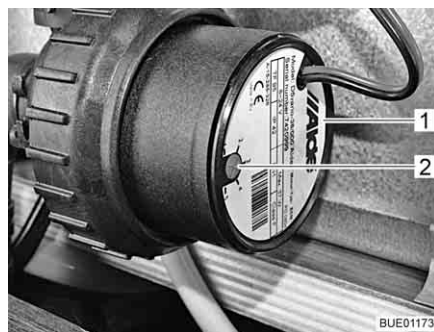

Fig. 192 Reducción de la velocidad
La velocidad de la bomba de circulación se puede ajustar con el regulador giratorio (Fig. 192,2). Con una velocidad reducida disminuyen los ruidos de rodadura de la bomba.
El regulador giratorio se encuentra en la bomba de circulación (Fig. 192,1).
- Girar el regulador giratorio (Fig. 192,2) en sentido contrario a las agujas del reloj. Se reduce la potencia.